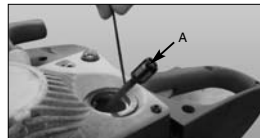

Abb. 19
4. Ridicați filtrul (A) din rezervor (fig. 19).